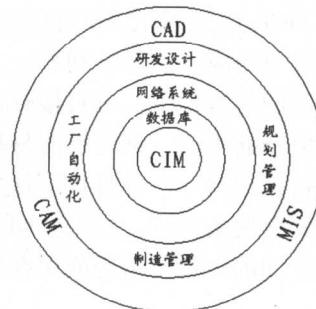

图 1-4
4. CIM (Computer Integrated Manufacture) 计算机整合制造: CIM 的意义是以 CAD 及 CAM 为主要架构，再辅以 MIS (Management Information System) 管理信息系统的结合应用，整合可用资源（数据库），然后利用网络结合各种资源，达到流程充分自动化的目的，如图 1-4 所示。